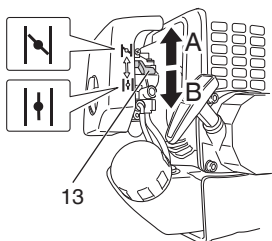

Fig. 10
- (3) Ajuste la palanca del estrangulador (13) en la posición de arranque START (cerrado) (A). (Fig. 10)
- (5) Cuando escuche el amago de arranque del motor, devuelva la palanca del estártér a la posición RUN (abierto) (B). (Fig. 10)